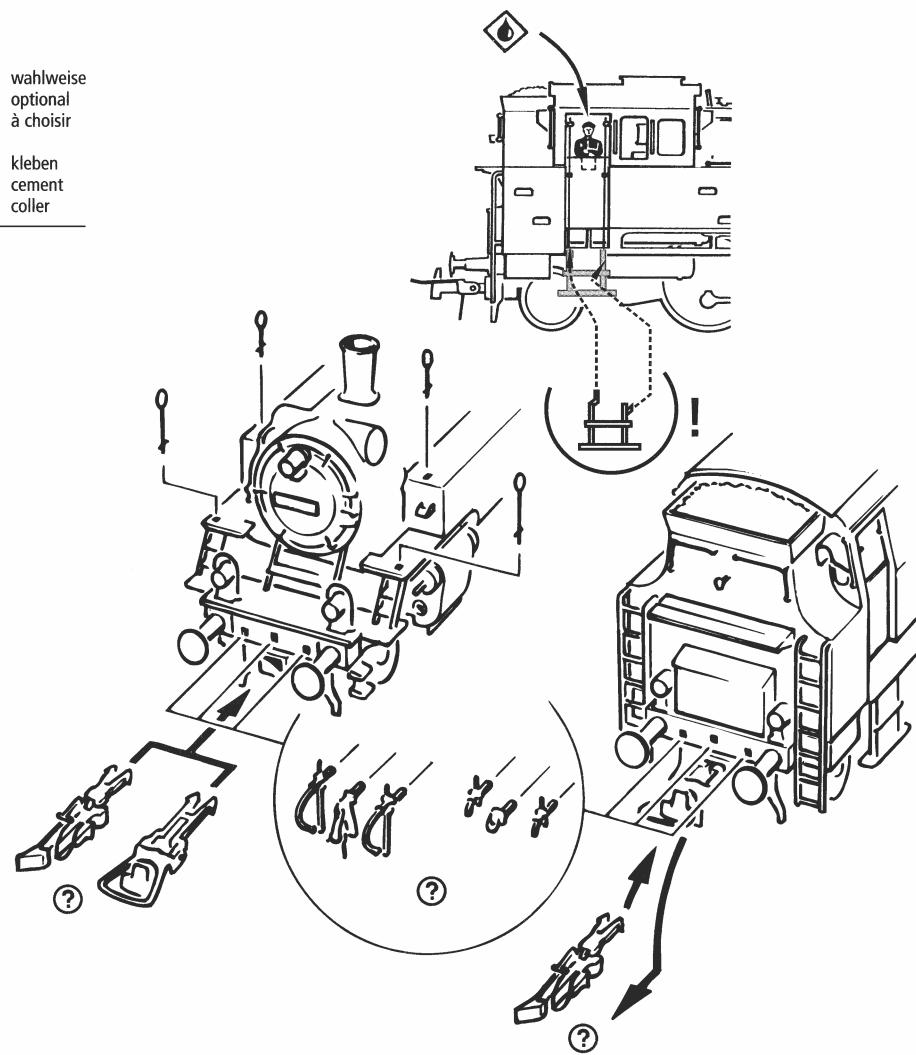

Fig. 4
5. Kohlebürstenwechsel: Lokgehäuse abnehmen (Fig. 4). Danach wird der **Motor ausgebaut** und die **Kohlebürsten** ausgewechselt (Fig. 10).
Exploitation en télécommande multi-trains: Veuillez démonter d'abord la caisse de votre locomotive (fig. 4). Enlevez ensuite la fiche de shuntage de l'interface (à conserver!) et enfichez finalement la fiche du module de télécommande aux prises de l'interface. Veillez à la position correcte de la fiche (voir fig. 6).
Démontez la caisse de votre locomotive (voir fig. 4). Sortez ensuite le moteur de son logement et échangez finalement le balais (fig. 10).
Running in digital mode: First remove loco body (fig. 4). Then remove the jumper from the interface. Finally put the plug of the chip into the interface as shown in fig. 6.
5. Carbon Brush Changing: First remove loco body (fig. 4), and then the **motor** (fig. 10).
voir } Fig. 4